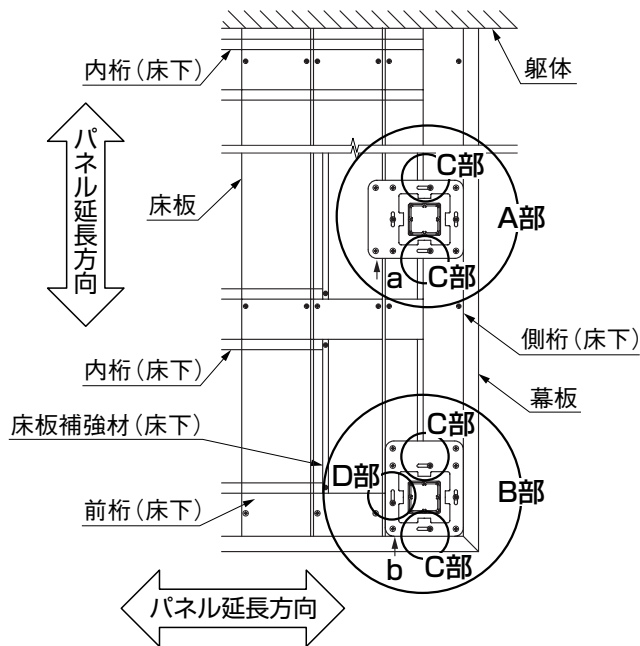

図4-1
- 図4-1は、フェンスを躯体に向かってデッキの右端に設置する場合を示しています。左端に設置するときは、左右反転しますので注意してください。
- 90°コーナー部のベースプレート設置方向は、図4-1 (B部) に対して反時計回りに90°回転しても構いません。